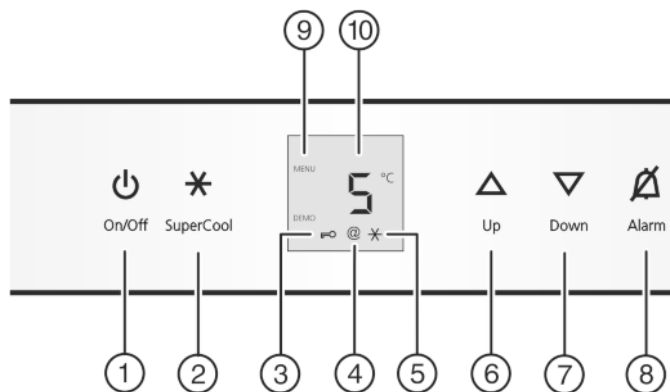

Fig. 2
- ▶ Taste On/Off Fig. 2 (1) drücken.
- Das Symbol SmartDeviceBox Fig. 2 (4) wird angezeigt und blinkt -> Die SDB ist nicht verbunden.
- Das Symbol SmartDeviceBox Fig. 2 (4) wird angezeigt und blinkt nicht -> Die SDB ist verbunden.
- Das Symbol SmartDeviceBox Fig. 2 (4) wird nicht angezeigt -> Die SDB ist nicht aktiv, wurde nicht korrekt eingesteckt oder der SDB-Konnektor wurde nicht korrekt installiert.
- ▶ Einstellmodus aktivieren: Taste SuperCool Fig. 2 (2) ca. 5 s drücken.
- ▷ Das Symbol Menu Fig. 2 (9) leuchtet.
- ▶ Mit Einstelltaste Up Fig. 2 (6) und Einstelltaste Down Fig. 2 (7) **2** wählen.
- ▶ Die Taste SuperCool Fig. 2 (2) kurz drücken, um zu bestätigen.
- ▶ Mit Einstelltaste Up Fig. 2 (6) und Einstelltaste Down Fig. 2 (7) **20** wählen.
- ▶ Mit Einstelltaste Up Fig. 2 (6) und Einstelltaste Down Fig. 2 (7) **21** wählen.
- ▶ Mit Einstelltaste Up Fig. 2 (6) und Einstelltaste Down Fig. 2 (7) **2d** wählen.
- ▶ Mit Einstelltaste Up Fig. 2 (6) und Einstelltaste Down Fig. 2 (7) **2H** wählen.
- ▶ Mit Einstelltaste Up Fig. 2 (6) und Einstelltaste Down Fig. 2 (7) **2L** wählen.
- ▶ Einstellmodus deaktivieren: Taste On/Off Fig. 2 (1) drücken.
- ▶ Zum Einschalten der Kindersicherung Taste SuperCool Fig. 2 (2) kurz drücken.
- ▷ Das Symbol Kindersicherung Fig. 2 (3) leuchtet. In der Anzeige blinkt **c**.
- ▶ Zum Ausschalten der Kindersicherung Taste SuperCool Fig. 2 (2) kurz drücken.
- ▷ Das Symbol Kindersicherung Fig. 2 (3) erlischt. In der Anzeige blinkt **c**.